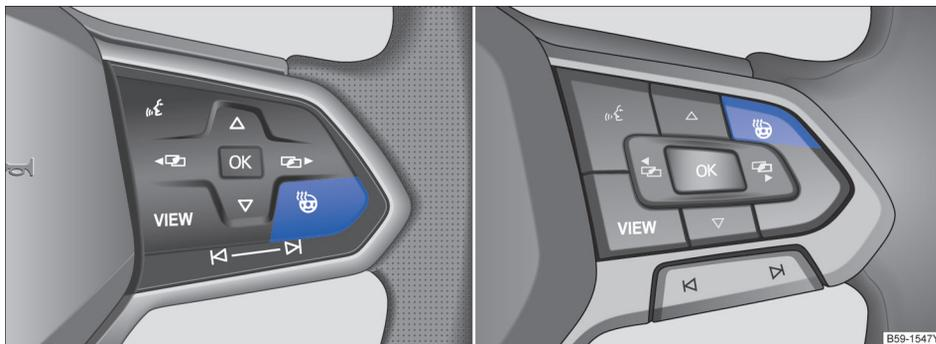

图 104 方向盘加热装置按键
- 按压按键  → 图 104，即可打开或关闭方向盘加热功能。